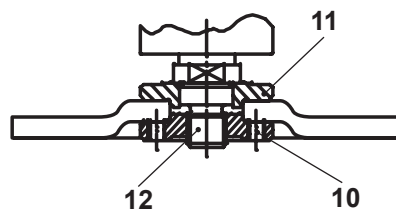

Fig. 16
- Discos gruesos (> 4 mm) con el centro curvado: coloque la cara con relieve de la brida de apriete hacia el disco (Fig. 16).